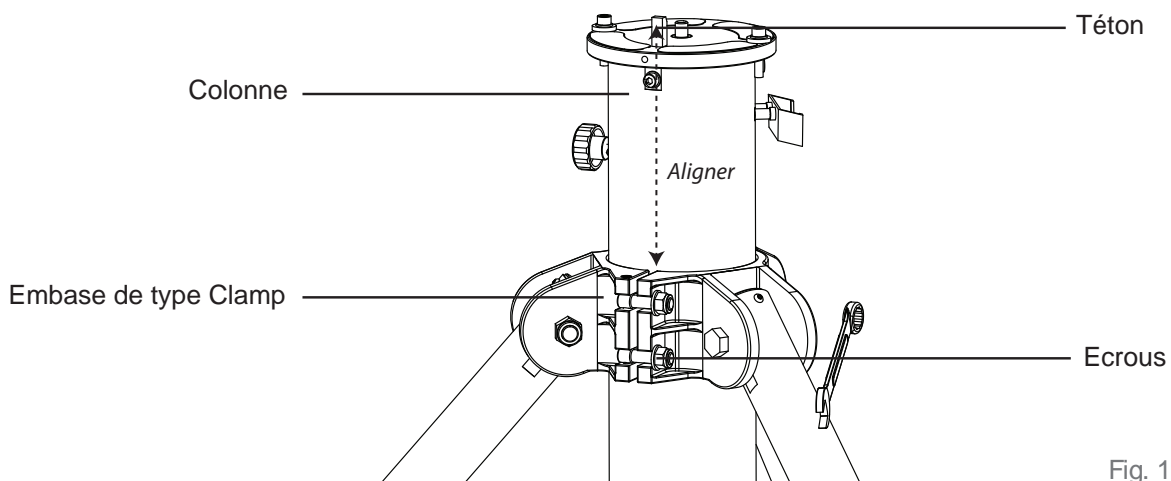

Fig. 1.1c
4. Relâchez complètement l'embase Clamp de la colonne en desserrant les deux écrous hexagonaux à l'aide d'une clé de 19mm (Fig. 1.1c).
5. Une fois les écrous desserrés, tournez la colonne dans l'embase et alignez approximativement le téton sur le sommet de la colonne avec la rainure (Fig. 1.1c).
7. Faites coulisser verticalement la colonne dans l'embase pour atteindre la bonne hauteur (Fig. 1.1c) puis resserrez les 3 écrous papillons des branches réglables pour la maintenir en place